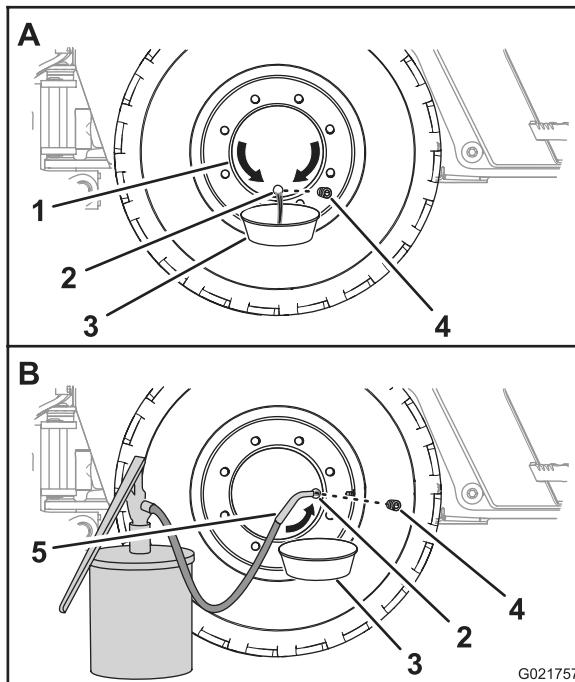

Figure 85
1. Faites avancer ou reculer la machine jusqu'à ce que le bouchon du moyeu de roue soit à la position 6 heures (**Figure 85**).
2. Placez un bac de vidange sous l'orifice d'huile du moyeu de roue (**Figure 85**).
3. Retirez le bouchon et vidangez l'huile du train planétaire (**Figure 85**).
5. Faites avancer ou reculer la machine jusqu'à ce que le bouchon du moyeu de roue soit à la position 3 heures ou 9 heures (**Figure 85**).